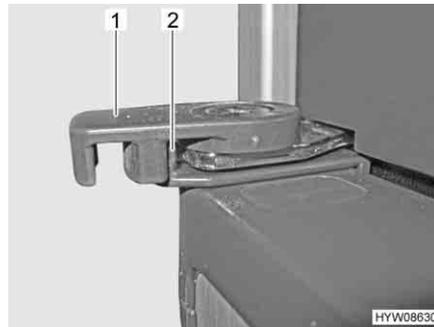

Bild 65 Spärr på kylskåpsdörren i låst läge
- Vrid låset (Bild 65,1) utåt.
- Vrid låset (Bild 65,1) mot kylskåpets mitt. Låsets inre försänkning måste göras via låsspaken (Bild 65,2).